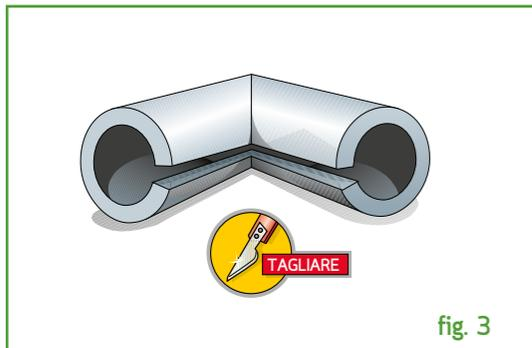

fig. 3
- 3) Praticare un taglio longitudinale nella parte interna (fig 3)